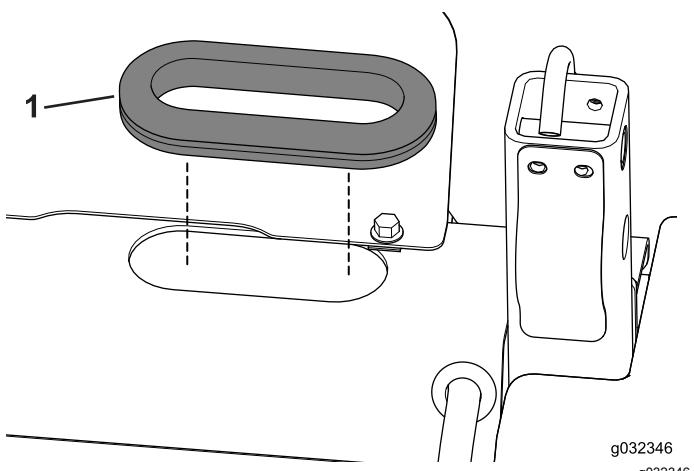

Figure 16
- Insérez le passe-câble dans l'ouverture (Figure 16).